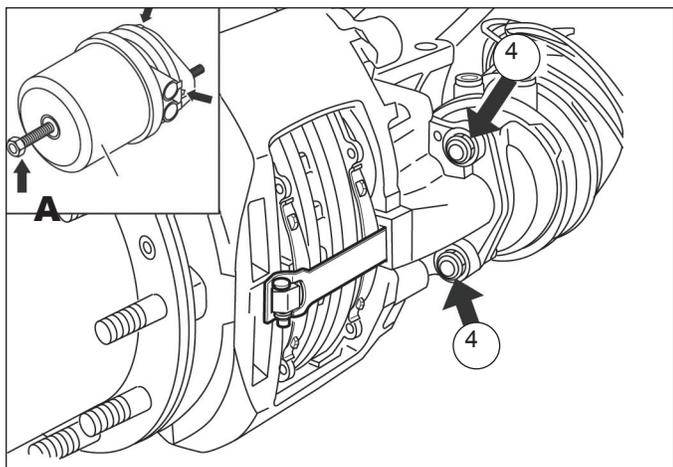

Figure 3 – Compression et dépose du ressort du récepteur
1. Une fois le véhicule sur une surface plane et ses roues calées, actionner la commande sur le tableau de bord (généralement, pousser le bouton jaune en forme de losange) pour envoyer de l'air et desserrer les freins à ressort (freins de stationnement). À l'aide du boulon de compression du récepteur (cf. Figure 3, flèche « A »), compresser le ressort détendu de la tige de poussée à un couple maximal de 35 Nm (26 pi-lbf).
2. Actionner à nouveau la commande sur le tableau de bord pour expulser l'air des récepteurs (généralement, tirer le bouton jaune en forme de losange). Tout en maintenant le récepteur en place, enlever et jeter ses écrous de montage (articles 4) (cf. Figure 3). Marquer l'orientation du récepteur sur le support de fixation pour faciliter le remontage. Déposer le récepteur pour faciliter le remontage. Déposer le récepteur pour faciliter le remontage. S'il faut détacher les conduites d'air du récepteur : dépressuriser le système, marquer les conduites pour faciliter le remontage, puis les débrancher du récepteur.
2. Placer le récepteur de façon à l'orienter comme avant sa dépose. Fixer le récepteur avec les écrous de montage du récepteur de frein à ressort (article 4). Cf. Figure 3. Serrer chaque écrou petit à petit et tour à tour, jusqu'à un dernier couple de 180 ± 10 Nm (133 ± 7 pi-lbf). **Ne pas réutiliser les écrous retirés lors du démontage.**